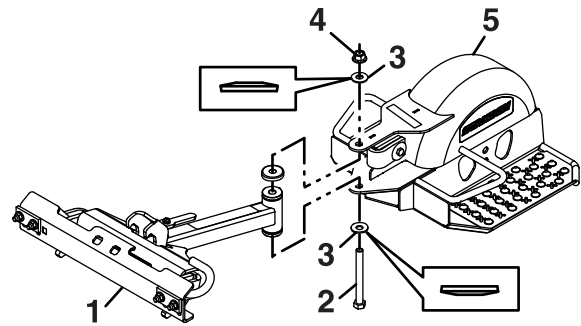

Figure 4
2. Alignez le cadre du sulky sur la barre d'attelage. Remettez en place la vis à tête hexagonale (1/2-13 x 5 po), les rondelles élastiques et l'écrou Nyloc à embase hexagonale (1/2 po) retirés à l'opération 1, comme montré à la Figure 4. Serrez à 122 N·m (90 pi-lb).